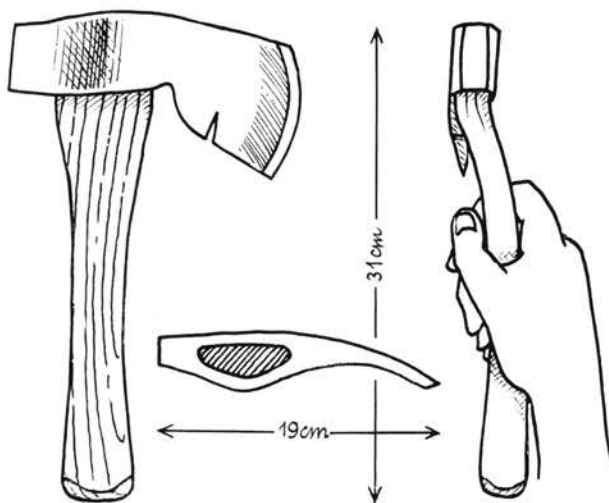

Fig. 33
2. Le **parqueteur**, lui, utilise un marteau hache plus lourd car il doit ajuster des lames de parquet. C'est un outil qui ne travaille qu'à plat. Dès lors le manche fait un double coude, ce qui le surélève et ménager la place des doigts. La surface du fer qui s'appuie au sol est plane mais se relève vers le tranchant, qui n'a qu'un seul biseau comme les haches à équarrir. Cela évite de blesser les autres éléments du parquet dans le mouvement de va-et-vient de l'outil (cf. Fig. 33).